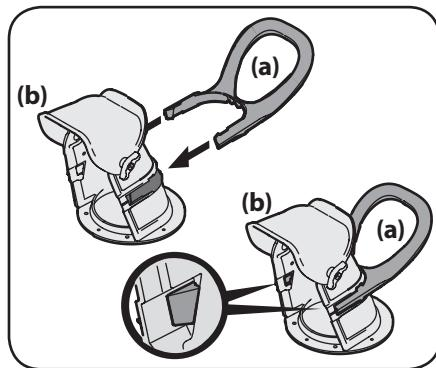

Figura 2-14
- Deslice el fuelle de goma sobre la junta universal. Consulte la Figura 2-14.